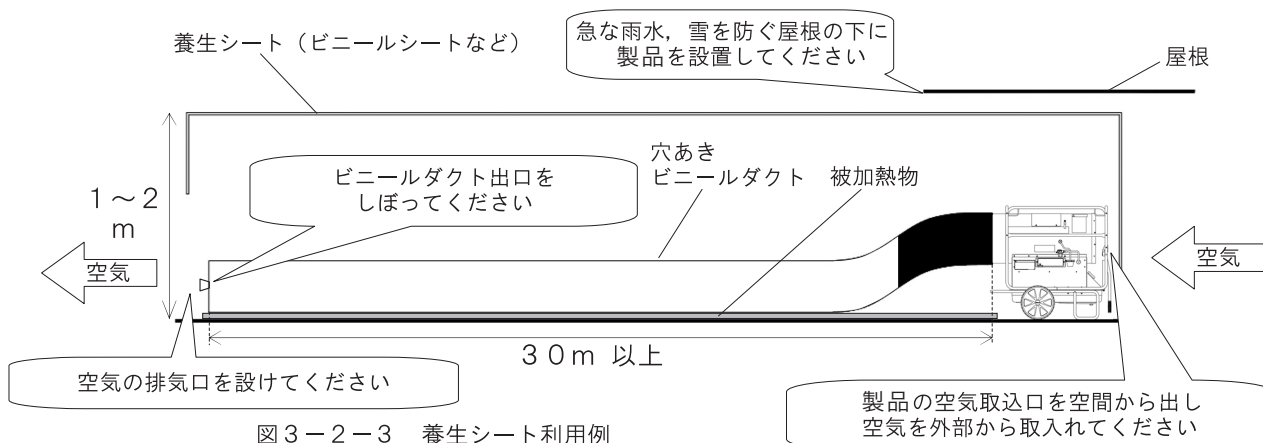

図3-2-3 養生シート利用例
1. 温風が上昇気流によって逃げないように、図3-2-3のように養生シートで空間を遮断してください。